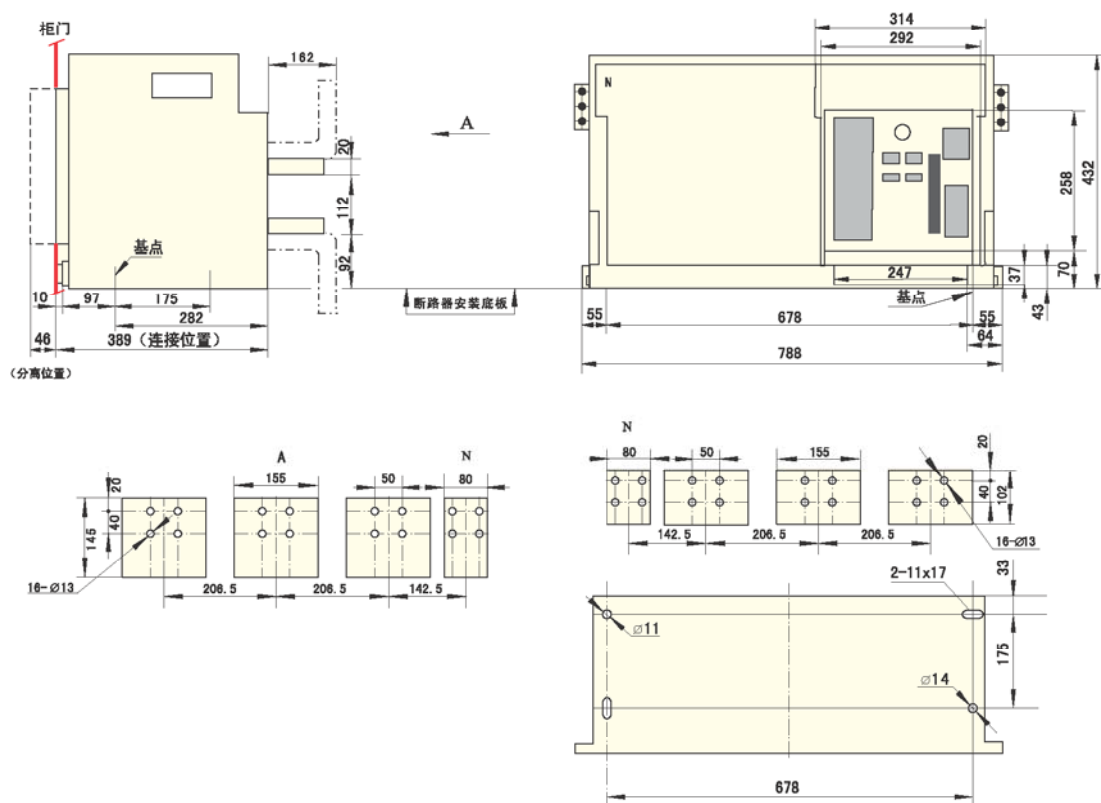

图25
7.6 ZW1-4000/4型外形尺寸及安装尺寸 (见图25) (抽屉式)